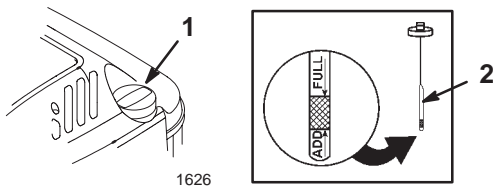

Figure 6
Avant chaque utilisation, vérifiez que le niveau d'huile arrive entre les repères maximum (*Full*) et minimum (*Add*) de la jauge (Fig. 6).
2. Nettoyez la surface autour de la jauge (Fig. 6).
6. Lisez le niveau d'huile indiqué par la jauge (Fig. 6).